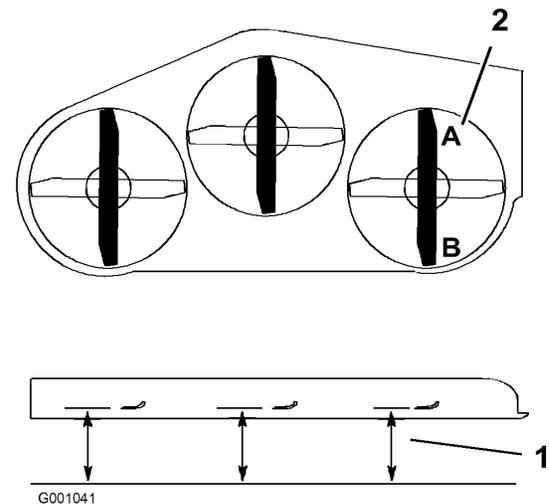

Figura 74
- Coloque la cuchilla derecha en posición longitudinal (Figura 74).
- Mida la cuchilla derecha en la posición **A** desde una superficie nivelada hasta el filo de corte del extremo de la cuchilla (Figura 74).
- Mida la cuchilla derecha en la posición **B** desde una superficie nivelada hasta el filo de corte del extremo de la cuchilla (Figura 74).
6. La cuchilla del cortacésped debe estar entre 6 y 10 mm (1/4 y 1/8 pulg.) más baja en la posición **A** que en la posición **B** (Figura 74). Si no es correcta la distancia, continúe con los pasos siguientes.